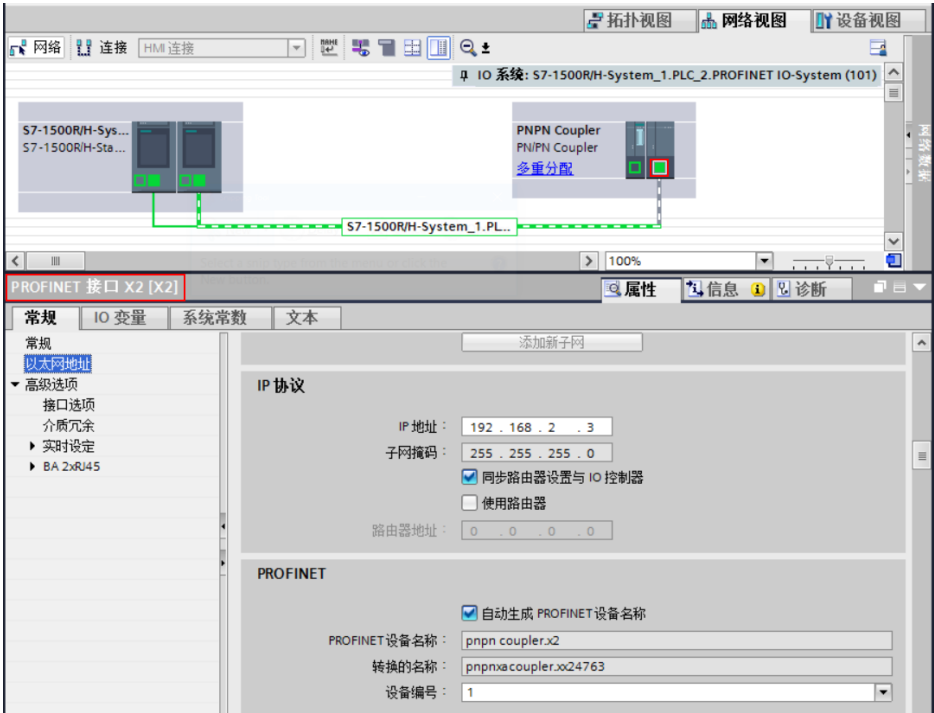
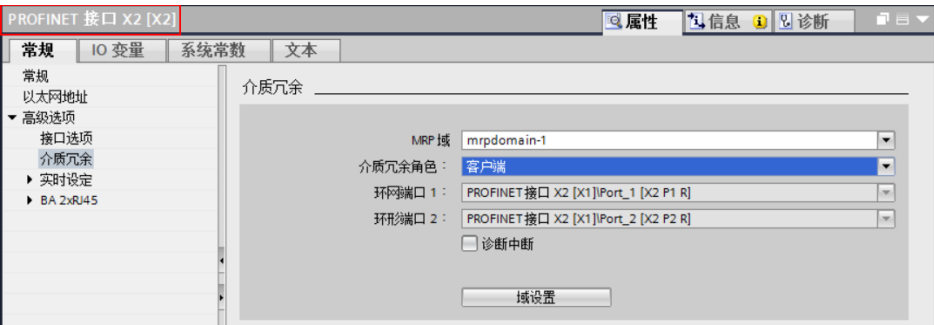

图 2-20
图 2-21
4) 上步操作完成后，PN/PN Coupler 左下角显示“多重分配”，接下来设置 PROFINET 接口 X2 的 IP 地址和设备名称以及介质冗余客户端，图 2-20，图 2-21。